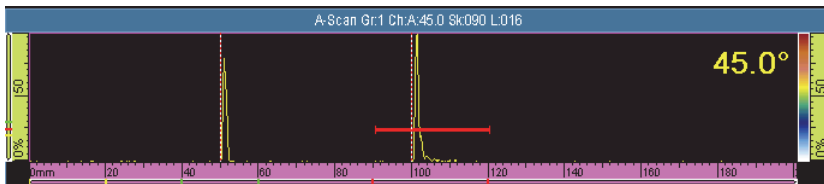

图 5-4 在第二个信号上设置闸门
- a) 在起始与宽度参数中输入数值，以在第二个信号上设置闸门 A，方法与为第一个信号设置闸门的方法相同（参见第 120 页的图 5-4）。